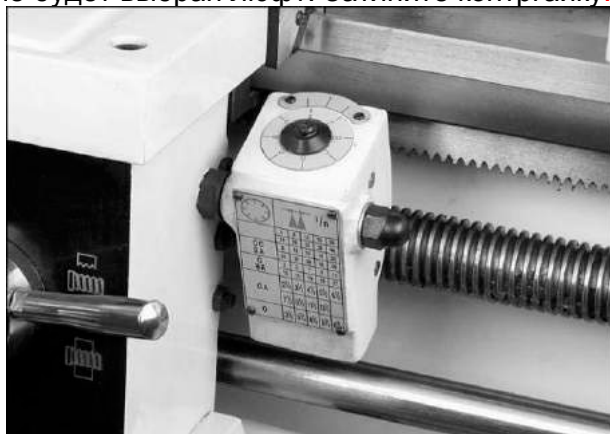

Рис.31
**Разрезная гайка** – винты регулировочной планки расположены на суппорте справа (С, Рис.31). Ослабьте контргайку и поверните винты по часовой стрелке, до тех пор, пока не будет выбран люфт. Затяните контргайку.